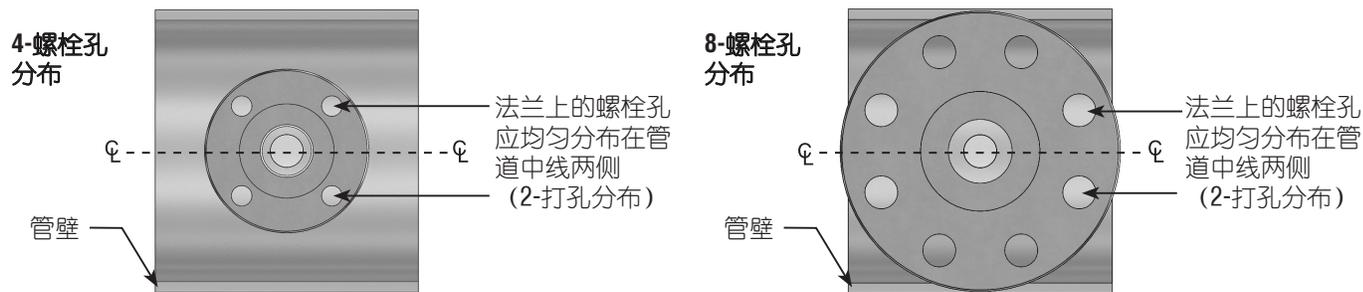

图 4. 螺栓孔方向
- 注意按图 4 所示的法兰方向法兰上的螺栓孔必须均匀分布在管道中线两侧（2-打孔分布）。对于 V810 型，轻轻将法兰反面支撑座、垫片和盲板法兰用螺栓固定在一起，然后使用点焊将其固定到位。